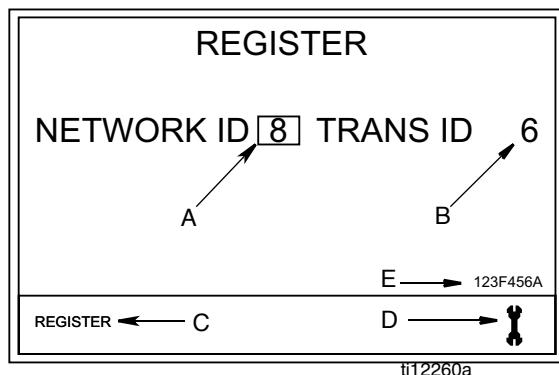

Рис. 5
4. Нажмите центральную кнопку ВВОД для подтверждения выбора пункта «REGISTER» РЕГИСТРАЦИЯ. Появится экран регистрации (Рис. 5).
1. На экране показаны текущие номера «NETWORK ID» [ИД СЕТИ] (A) и «TRANS ID» [ИД ПЕРЕДАТЧИКА] (B) (Рис. 5), назначенные расходомеру.